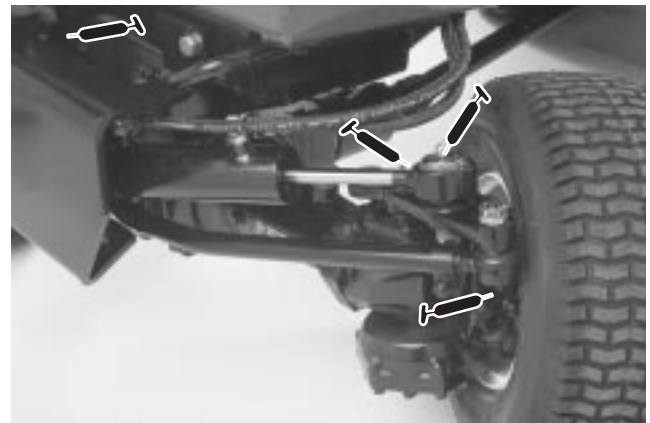

Figure 36
- Tie rod ends (2) (Fig. 36)
- Cylinder rod ends (2) (Fig. 36)
- Steering pivots (2) (Fig. 36)
- Axle pivot pin (Fig. 36)